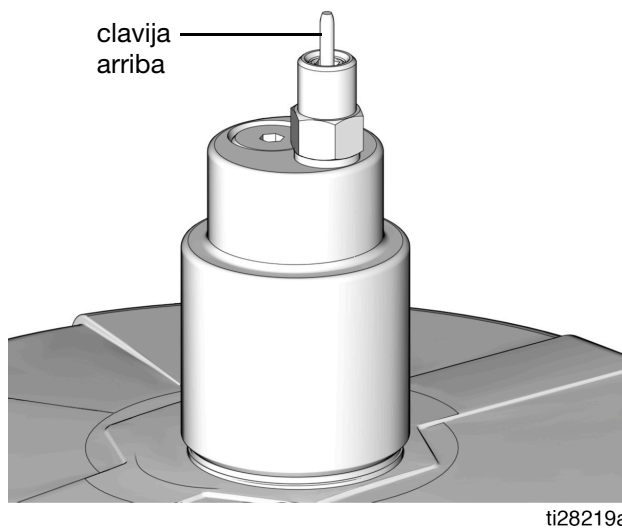

FIG. 18
3. Desmonte la cubierta antipolvo amarilla del acoplador de llenado (M).
4. Conecte la manguera de suministro (J) entre la bomba de la estación de llenado remoto (F) y el puerto del acoplador de llenado marcado con "I".
5. Arranque la bomba de la estación de llenado remoto (F).
6. Cuando se llene el depósito G3 (D):
- la bomba de la estación de llenado remoto (F) se para en presión (sin flujo),
- la clavija de desconexión de llenado automático (B) sube tal y como se muestra en la FIG. 18,
- el manómetro (R) aumenta hasta la presión establecida en la bomba de llenado.